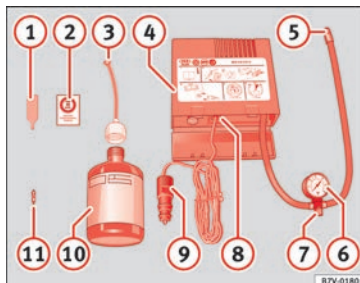

Fig. 79 Représentation standard : contenu du kit anticrevaison.
Le kit anticrevaison se trouve dans le coffre à bagages, sous le revêtement de plancher. Il inclut les composants suivants » fig. 79 :
Revissez le tuyau de gonflage » fig. 79 ⑤ et vérifiez la pression du manomètre ⑥.